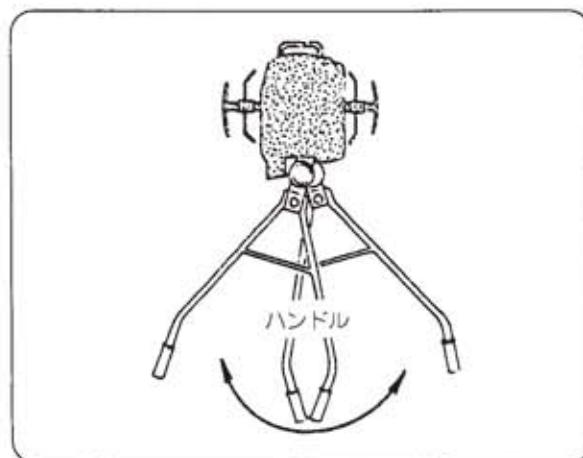

図20
2) 旋回のしかた(図20)
- ①旋回または進路変更をするときはハンドルを振っておこないます。